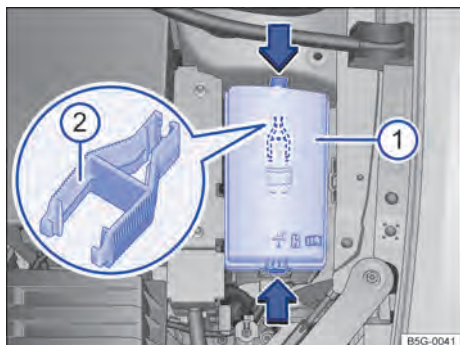

Fig. 302 No compartimento do motor: cobertura 1 da caixa de fusíveis com alicate de plástico 2.
- Pressionar os botões de travamento no sentido da seta para destravar a cobertura da caixa de fusíveis → Fig. 302 ①.